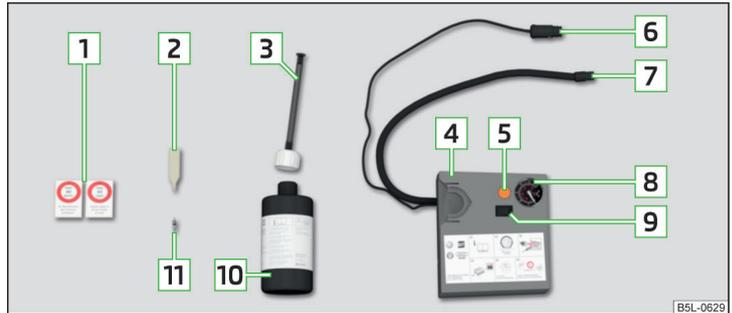

Abb. 204 Prinzipdarstellung: Bestandteile des Pannensets
Bestandteile des Sets » Abb. 204
- Den entsprechenden Aufkleber **1** » Abb. 204 auf Seite 230 auf die Schalttafel im Sichtfeld des Fahrers kleben.
- Die Reifenfüllflasche **10** » Abb. 204 auf Seite 230 einige Male kräftig hin und her schütteln.
- Den Reifenfüllschlauch **7** » Abb. 204 auf Seite 230 des Luftkompressors fest auf das Reifenventil schrauben.